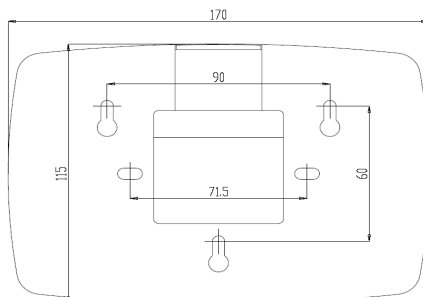

图 3
4.1.2 将分开的后盖用自攻螺丝固定到墙面上，安装尺寸如图 3。